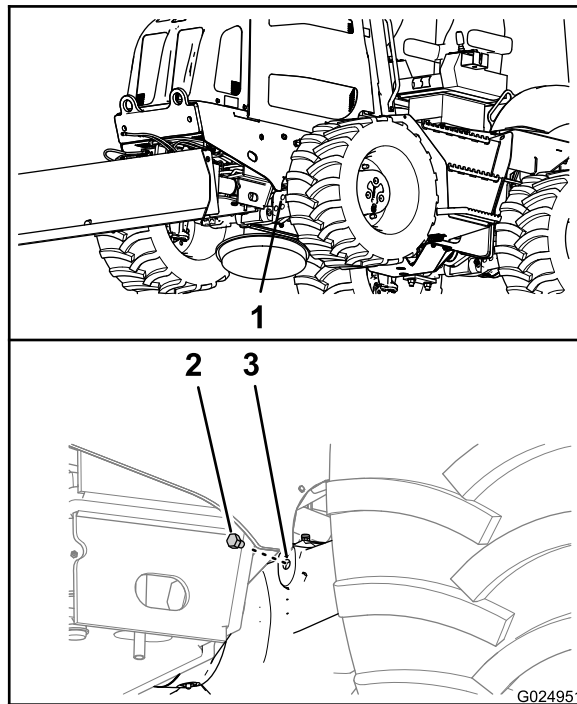
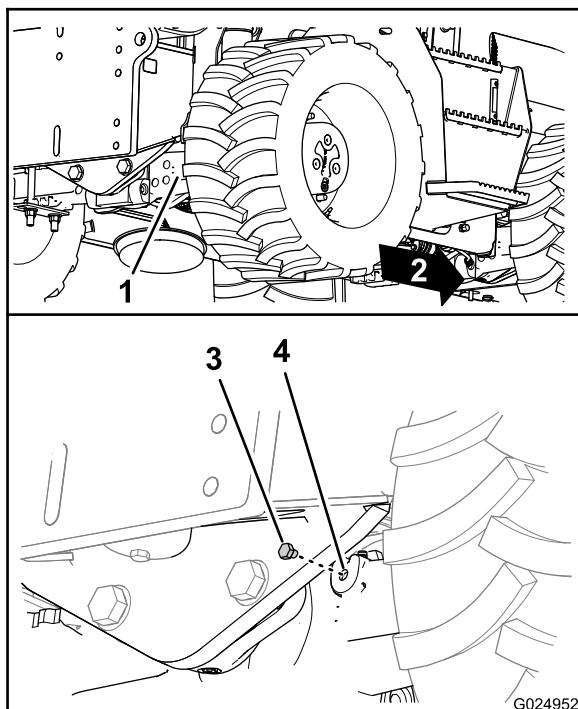

Figura 91
Figura 92
2. Remova os bujões do orifício de nível na caixa do pinhão do eixo (Figura 91 e Figura 92).
- Verifique pelo orifício de nível se o nível do óleo no eixo está alinhado com a borda interior do orifício (Figura 91 e Figura 92).
- Instale o bujão no orifício de nível na caixa do pinhão do eixo (Figura 91 e Figura 92).